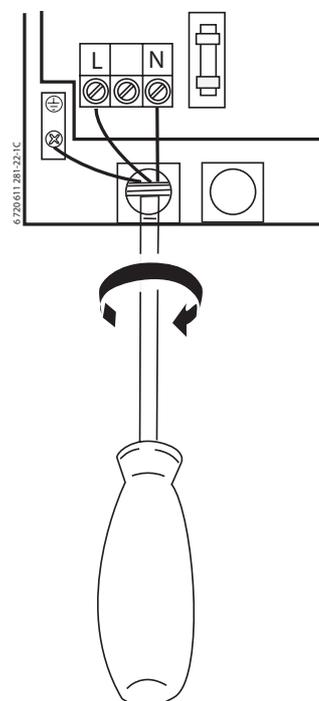

Fig. 23
- ▶ Fare passare il cavo attraverso la guarnizione del passacavo e collegarlo come da Fig. 23.